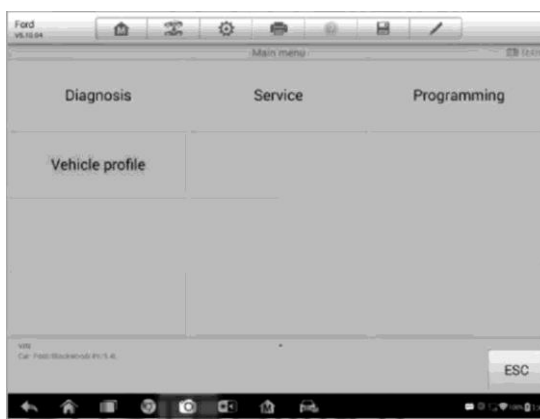

Рисунок 4-2 Пример окна диагностики автомобиля
5. Нажмите кнопку **Done** [Готово]. Автомобиль будет идентифицирован в течение нескольких секунд. После успешного сопоставления система откроет окно диагностики автомобиля. См. рисунок 4-2.
Окно диагностики автомобиля (см. рисунок 4-2) содержит два основных параметра.